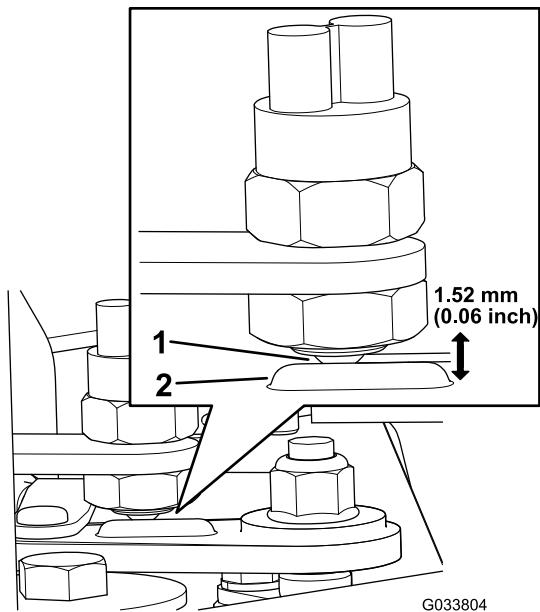

図 5
4. ボールスイッチがシフトレバーの盛り上がり部分の前にあることを確認する図 5。
5. シフトレバーのこぶとボールスイッチの面との間のすきまが1.52mmになるように、ボールスイッチの位置を調整する図5。